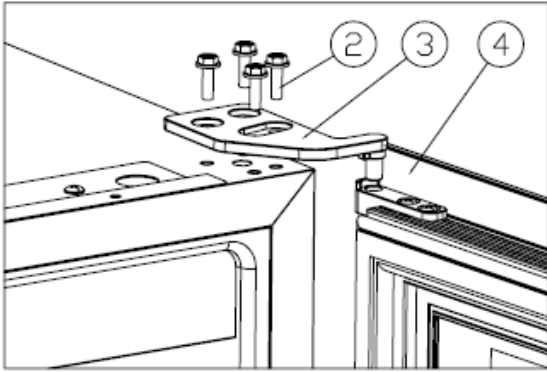

Figure 1
Schroef de M5*16-schroeven (2) los, verwijder het rechter bovenscharnier (3) en verwijder de deur.[Figure 1].